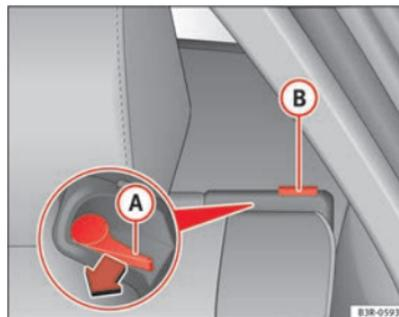

Fig. 116 Alavanca desbloqueadora do encosto
- Pressione a alavanca de desbloqueio (A) ⇒ fig. 116 no sentido da seta.